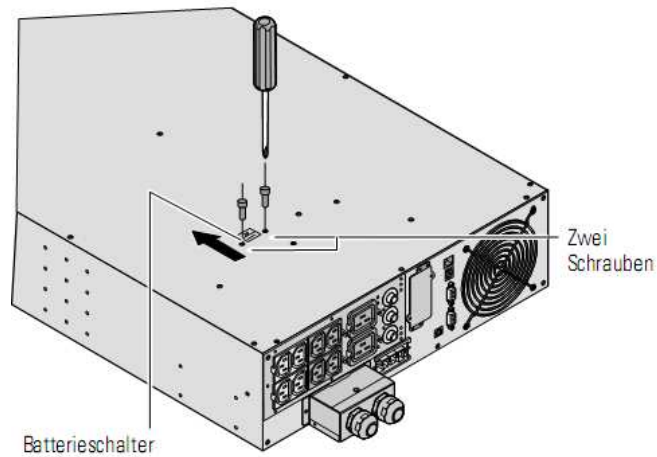

Abbildung 2. Entfernen der Schrauben vom Batterieschalter
2. Entfernen Sie die beiden Schrauben vom Batterieschalter (siehe Abbildung 2).